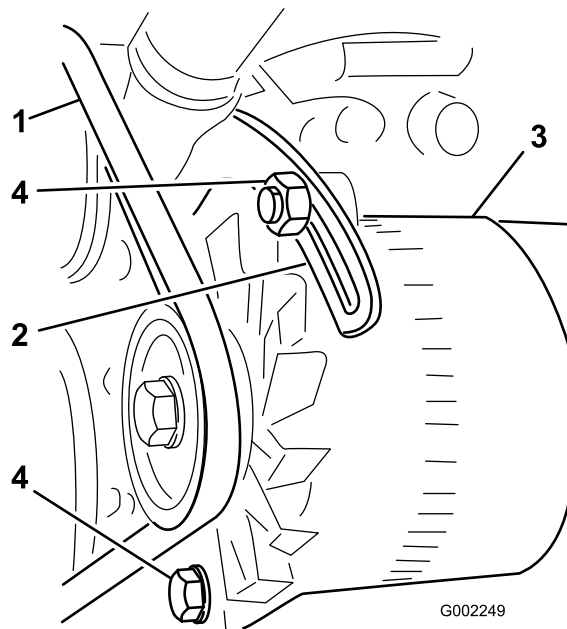

Figura 58
3. Afloje los pernos que fijan el tirante al motor y el perno que fija el alternador al tirante (**Figura 58**).